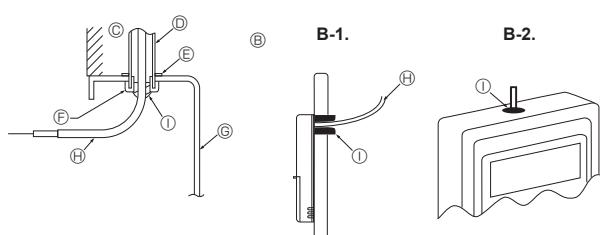

Fig. 6-3
(2) Καλύψτε την είσοδο του καλωδίου στο τηλεχειριστήριο με στόκο ή μαστίχη για να αποφύγετε την ενδεχόμενη είσοδο σταγόνων, νερού, κατσαρίδων ή σκουλικιών. (Fig. 6-3)
(3) Για την εγκατάσταση στο κιβώτιο διακοπών:
(4) Για απευθείας εγκατάσταση σε τοίχο επιλέξτε ένα από τα ακόλουθα: